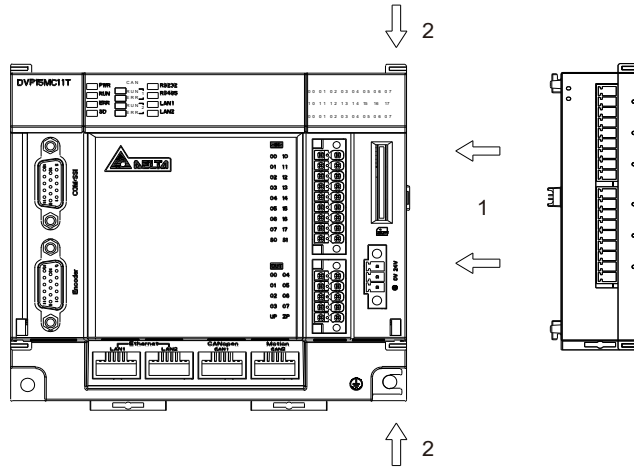

图 5.1.4.1
- 将 DVP-15MC 系列运动控制器右侧上下两端的扩展模块卡口打开，将 DVP16SP11T 模块沿四角上的导入孔装入，如图 5.1.4.1 步骤 1 所示。
- 压入 DVP-15MC 系列运动控制器上下两端的卡口，卡紧模块以保证接触良好，如图 5.1.4.1 步骤 2 所示。